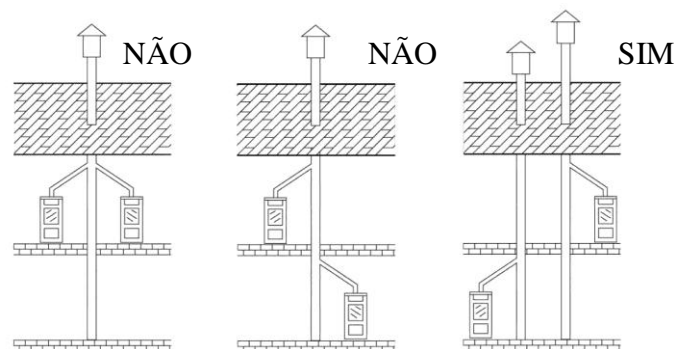

Fig.1
- Não deverá ser conectada a nenhuma outra lareira, estufa, caldeira ou coifa de aspiração de qualquer tipo (fig.1).